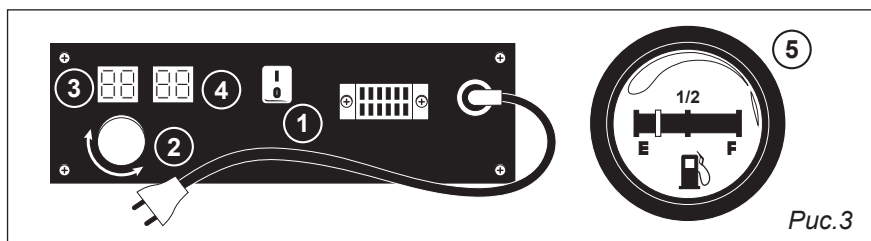

Рис.3
4.2. Органы управления и индикаторы работы, рис. 3